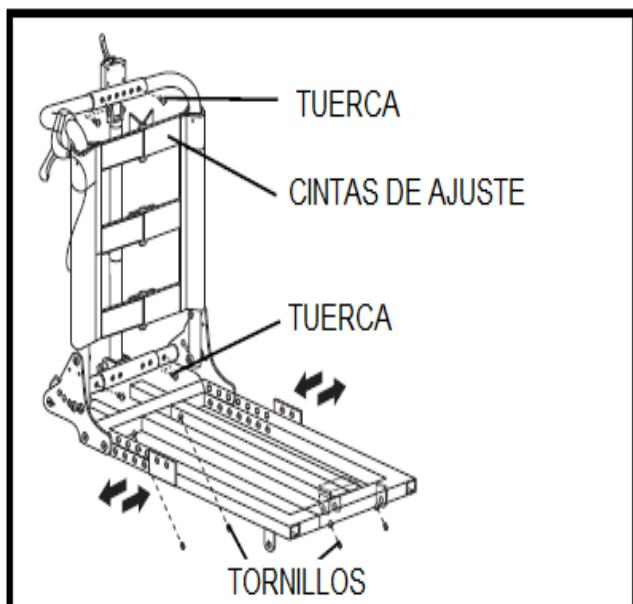

Figura 10. Ajuste de amplitud de asiento
2. Afloje los cuatro tornillos de fijación en la base del asiento. Ver la figura 10.